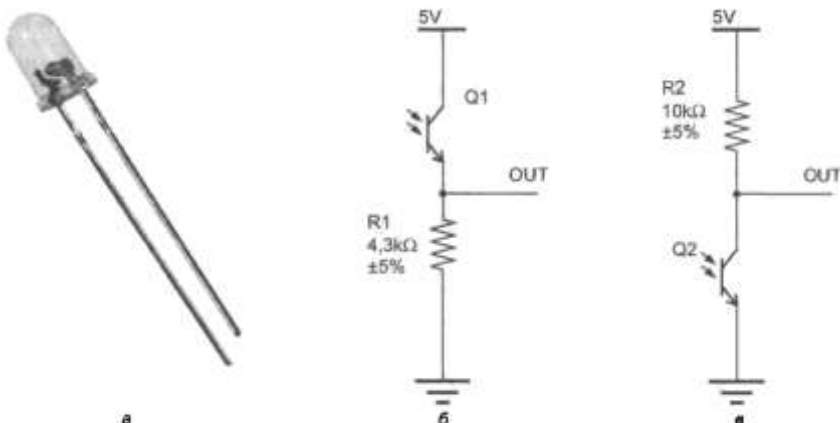

Рис. 9.4. Фототранзистор (а) и схемы подключения фототранзистора в качестве датчика освещенности (б и в)
3. Фототранзистор (рис. 9.4, а) не только преобразует световой поток в электрический ток, подобно фотодиоду или фоторезистору, но и многократно его усиливает. Визуально фототранзисторы могут не отличаться от фотодиодов, но подключаются и работают иначе. Схемы подключения фототранзисторов приведены на рис. 9.4, б и в. Основным преимуществом фототранзистора, как аналогового датчика, перед фотодиодом, представляющим собой пороговый, или цифровой, датчик, является возможность измерения уровня освещенности, что позволяет при определении цвета объекта фиксировать тона и полутона. Для этого следует подключать аналоговый выход OUT фототранзистора к аналоговым входам контроллера Arduino (АО-А5 или АО-А7 — в зависимости от модели контроллера). При этом робот должен будет экспериментально замерить уровень освещенности на белом фоне и уровень освещенности на черной линии, а затем проанализировать полученные значения в программе.